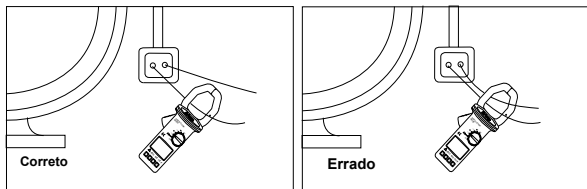

Figura 2
4. Pressione o gatilho para abrir a garra transformadora e insira apenas o condutor com a corrente a ser medida, no centro da garra. A garra deve estar completamente fechada antes de efetuar a leitura. Observe a Figura 2.
3. Pressione o gatilho para abrir a garra transformadora e insira apenas o condutor com a corrente a ser medida, no centro da garra. A garra deve estar completamente fechada antes de efetuar a leitura. Observe a Figura 2.